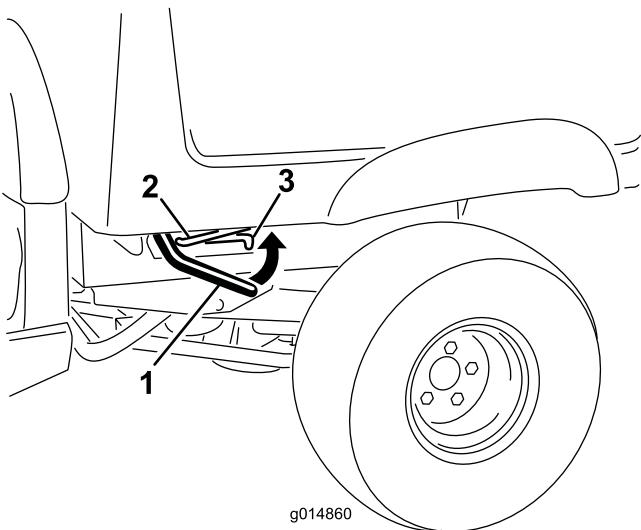

Рисунок 14
1. Поднимите рычаг с любой стороны кузова и поднимите кузов вверх (Рисунок 14).
2. Ведите опорную стойку, удерживающую кузов, в паз, фиксирующий кузов (Рисунок 14).